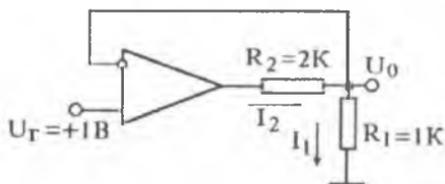

Рисунок 5 – Схема преобразователя напряжения в ток, выполненная на ОУ
**Задача 2.** Рассчитать ток в сопротивлении  $R_2$  в схеме преобразователя напряжения в ток, приведенной на рисунок 5. Определить условия, при которых ток не зависит от величины сопротивления  $R_2$ . При расчете учесть, что  $R_1 = 1$  кОм,  $R_2 = 2$  кОм,  $U_r = +1$  В.